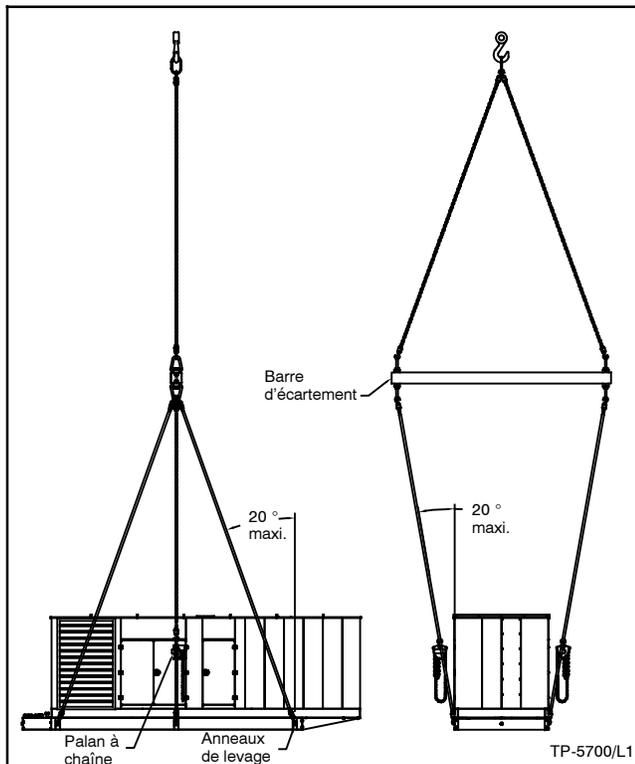
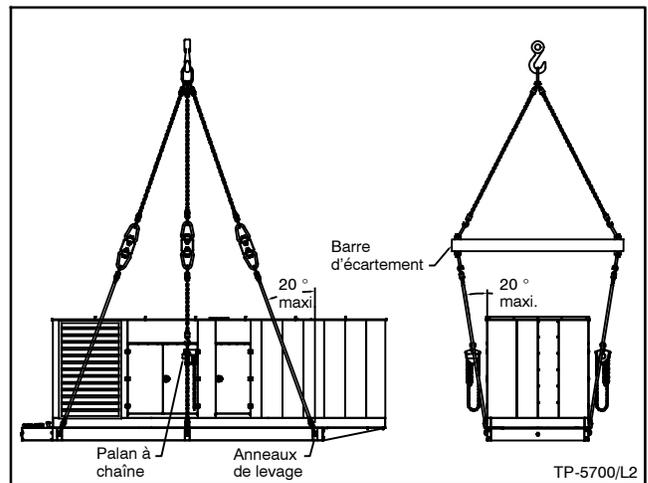

Figure 2-11 Méthode de levage à six anneaux, barre d'écartement unique et deux palans à chaîne
Figure 2-12 Méthode de levage à six anneaux, trois barres d'écartement et deux palans à chaîne
Utiliser une barre d'écartement et deux palans à chaîne (Figure 2-11) ou trois barres d'écartement et deux palans à chaîne (Figure 2-12) pour les embases à six anneaux de levage.
- Poser une paire d'élingues extérieures sans dépasser l'angle maximal indiqué à la Figure 2-11 et à la Figure 2-12.